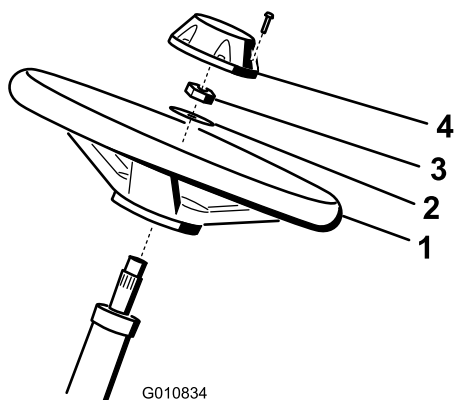

Figure 5
1. Glissez le volant sur l'arbre de direction (Figure 5).
2. Glissez la rondelle sur l'arbre de direction (Figure 5).
3. Fixez le volant sur l'arbre au moyen d'un contre-écrou serré à un couple de 27 à 35 N·m (Figure 5).
4. Montez le couvre-moyeu sur le volant et fixez-le avec 6 boulons (Figure 5).